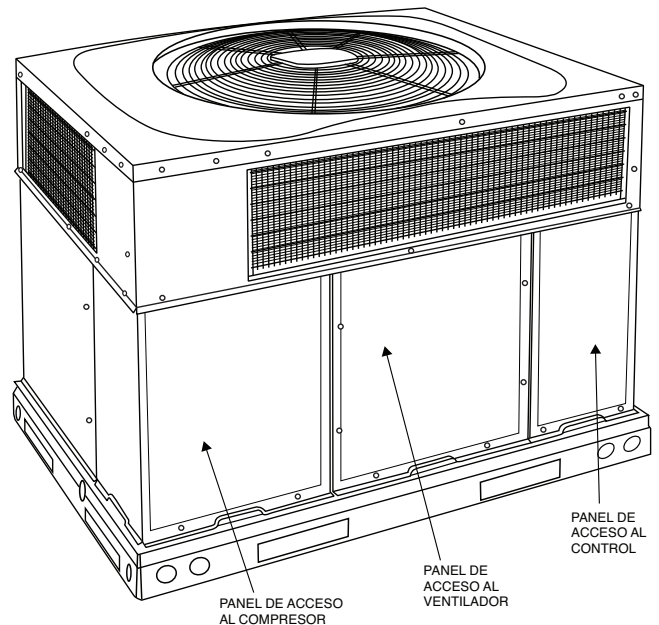
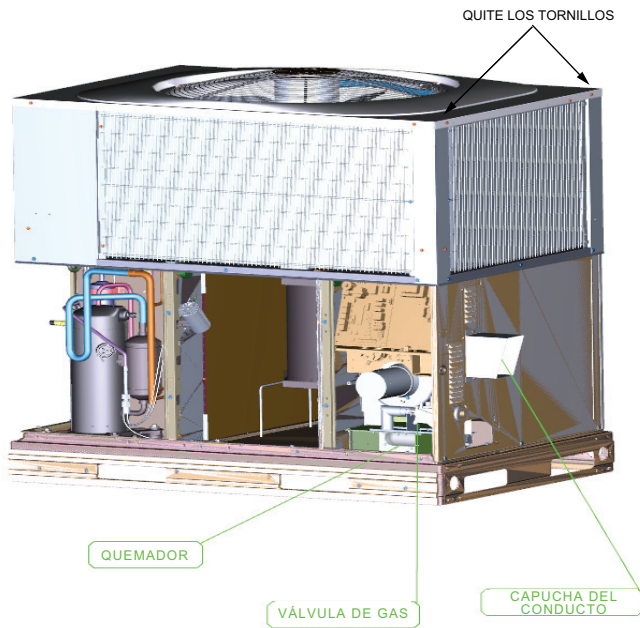
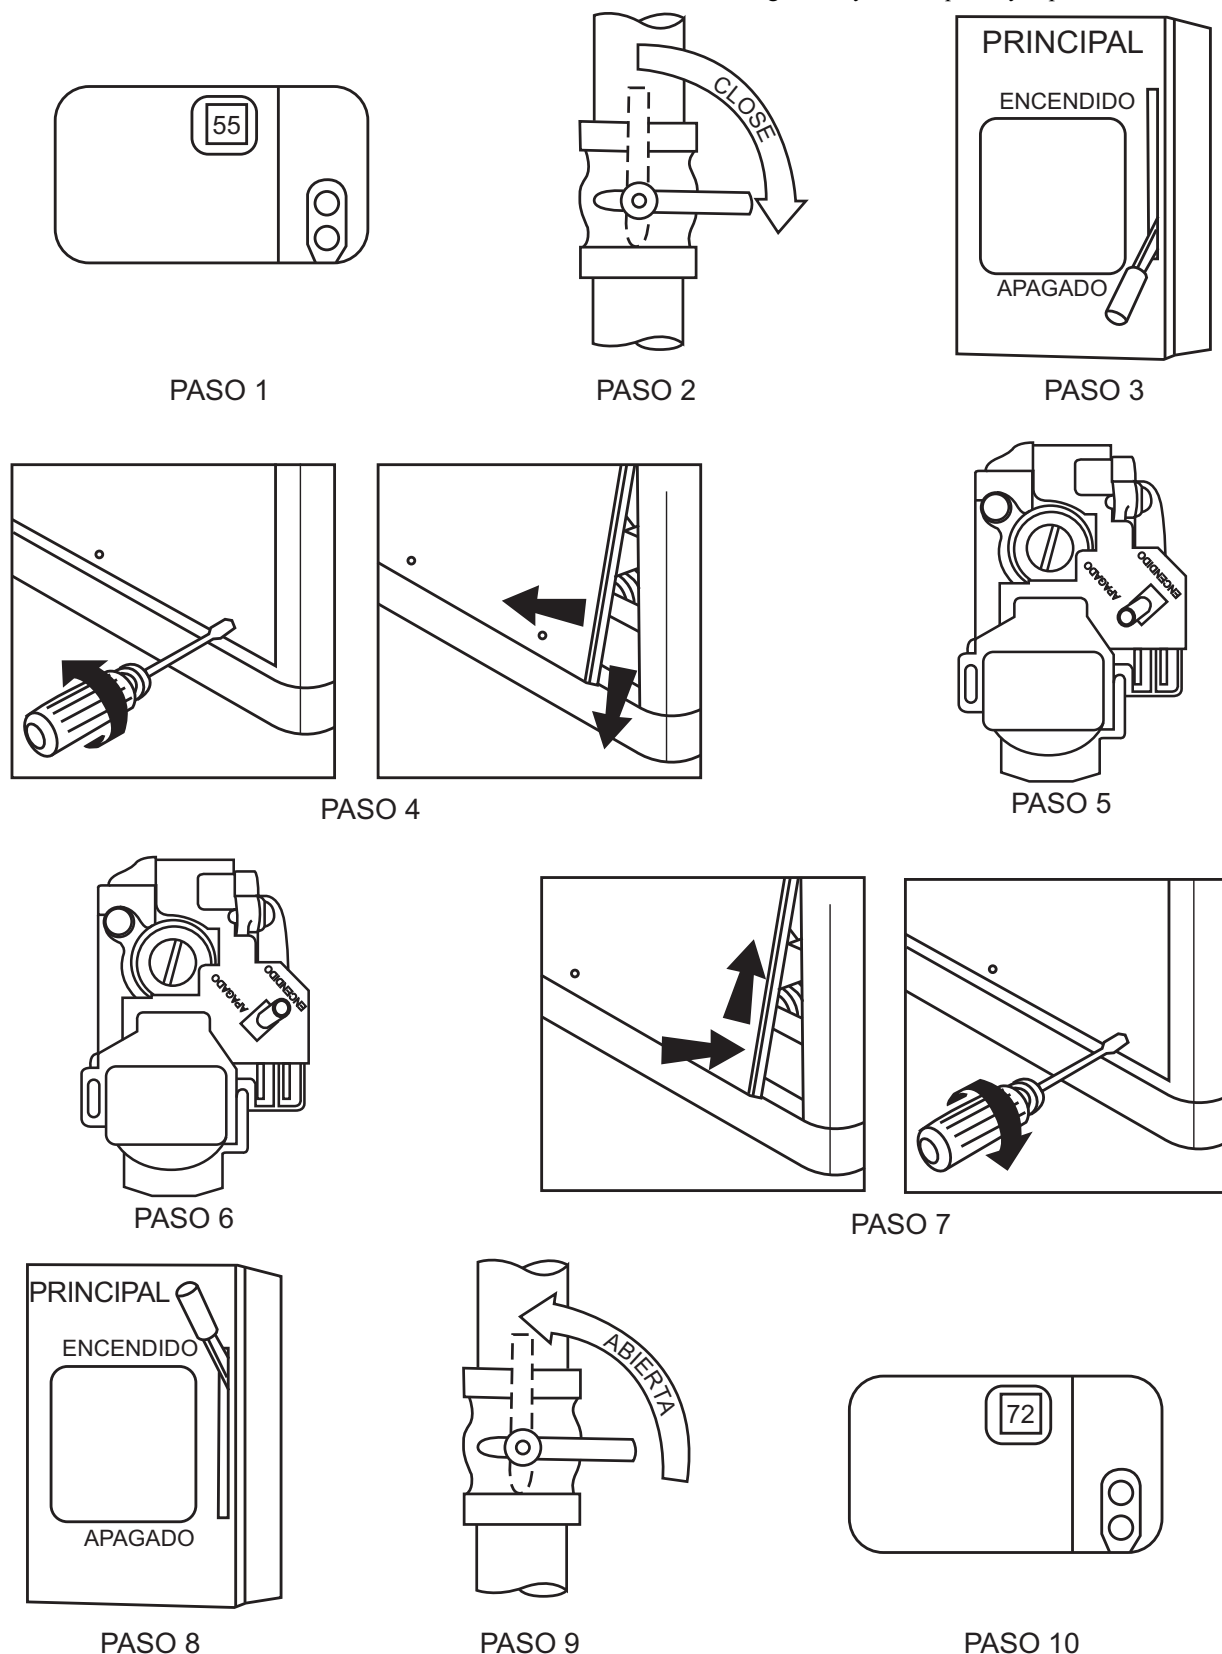

Fig. 2: Panel de acceso a la unidad
Fig. 3: Unidad de calefacción a gas/enfriamiento eléctrico sin panel de acceso
Fig. 4: Para encender la calefacción a gas de la unidad
Consulte la Fig. 2 para conocer la ubicación del panel de acceso frontal de la unidad. Consulte la Fig. 3 para conocer la ubicación de la válvula de gas. Consulte la Fig. 4 mientras continúa con los siguientes pasos.
4. Retire el panel de acceso a los controles con una llave para tuercas de 5/16 in. (Consulte la Fig. 2)
4. Quite el panel de acceso a los controles. (Consulte la Fig. 2)
Para reemplazar o inspeccionar los filtros en el estante para filtros de accesorios (consulte Fig. 2):